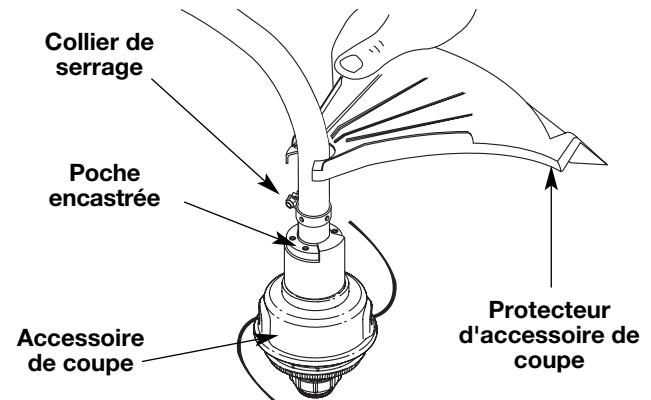

Fig. 4
1. Placez le protecteur d'accessoire de coupe sur le corps de l'arbre au-dessus de l'ensemble de bride (Fig. 4).
2. Enfoncez le protecteur d'accessoire de coupe sur le haut de l'accessoire de coupe puis tournez-le jusqu'à ce que les trous à vis soient alignés et que le protecteur s'emboîte dans la poche encastrée (Fig. 4).